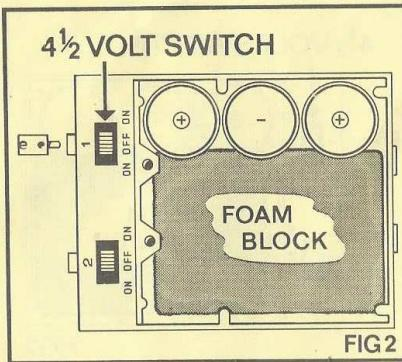

FIG 2
- Sind nur 4½ Volt erforderlich, werden lediglich 3 Batterien benötigt, die in der in Abb. 2 gezeigten Anordnung angeordnet sind: der übrige Leerraum im Kasten ist mit dem mitgelieferten Schaumstoff-Block auszufüllen.
- Om den erforderliga spänningen är 4,5 volt behöver endast 3 batterier användas. De skall placeras så som framgår av Fig.2. Dosans återstående utrymme skall fyllas ut med den medföljande skumkloten.
- Para trabajar con corriente de 4,5 voltios, sólo será necesario usar 3 pilas, que se colocarán en las posiciones señaladas en la fig.2, rellenándose el espacio restante con el bloc de espuma incluido en el suministro.